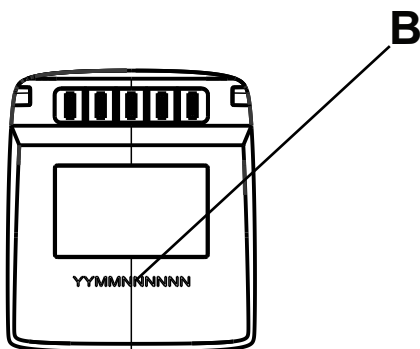
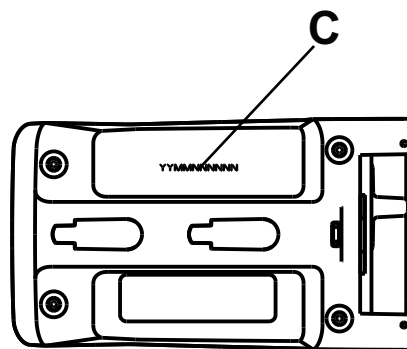

Figura 4 – Posizione del numero di serie della batteria Alvarium
Figura 5 – Posizione del numero di serie del caricabatterie Alvarium
Vedere sotto per le posizioni del numero di serie della batteria (B) e del caricabatteria (C) (Figura 4 e Figura 5).